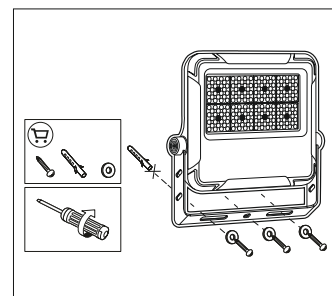

Рис. 1
- 5.11 Разместить и просверлить три отверстия для установки лиры на поверхности стены или любой другой поверхности согласно отверстиям на лире (рис. 1).